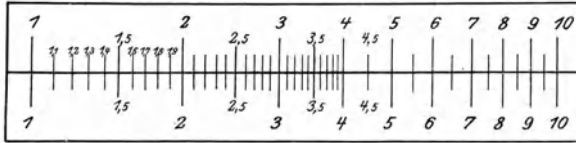

Fig. 5.
b) Schneide aus Millimeterpapier zwei Streifen, die  $\sim 12$  cm lang und 2 cm breit sind. Hefte sie mit Reißzwecken dicht nebeneinander und zwar so, daß ihre Teilstriche genau zusammenfallen (Fig. 5). Stelle mit Hilfe der Logarithmentafel folgende Tabelle auf: